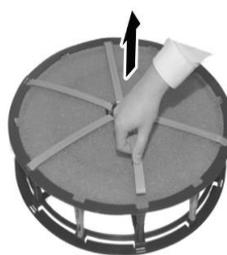

Рис. 23
4. Снимите фиксирующие ремни барабана фильтра, сложите их (рис. 23).